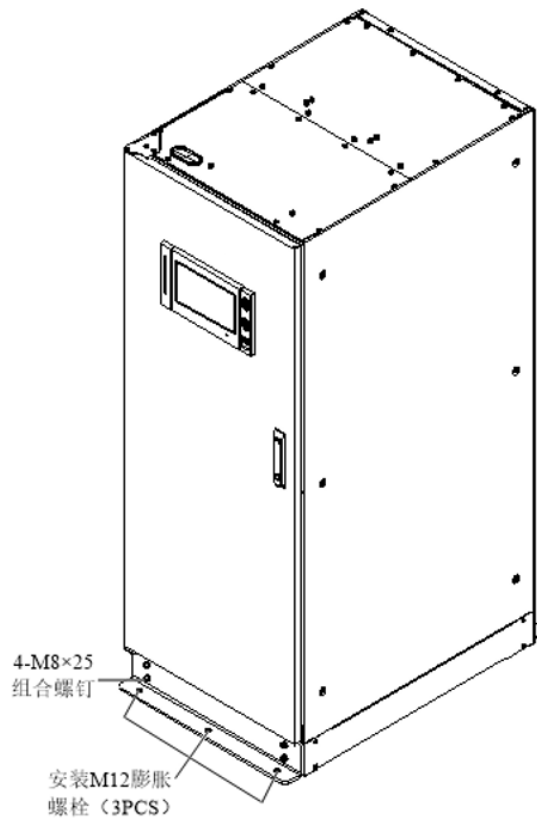

图8-2 地震选件安装示意图 (正面安装)
3. 用 4 个 M8×25 组合螺钉将地震选件安装在机柜正面底部的相应安装孔中，然后用 3 个 M12 膨胀螺栓将地震选件固定在地板上，如图 8-2 所示。